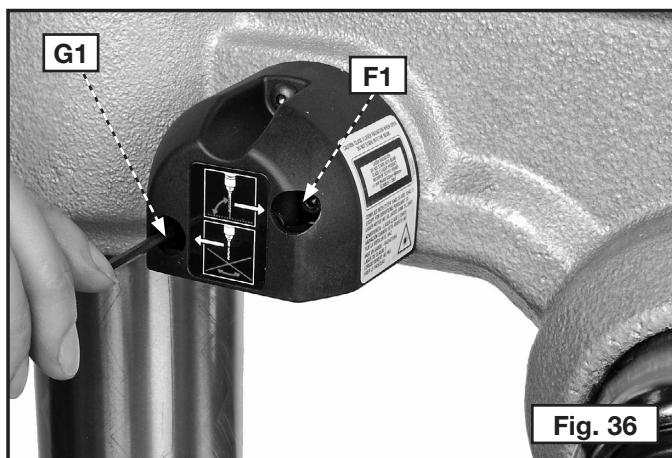

Fig. 36
2. Repita este paso con el receptáculo izquierdo y con su línea usando su tornillo delantero (F1) Fig. 36.